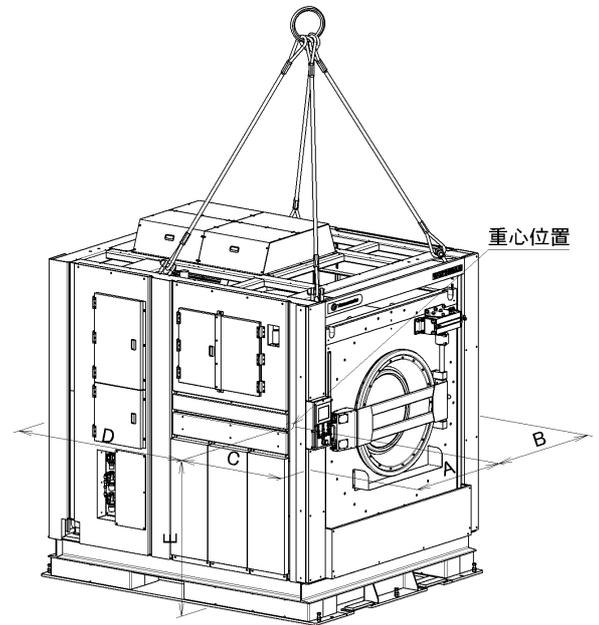

図 3-1
3.3 運搬(図 3-1)
- 3) クレーン等で機械を吊り上げるときは、本体上部四隅(図 3-1)の 4 ヶ所に必ずフックを掛けて吊り上げます。
- 4) 重量と重心(図 3-1)